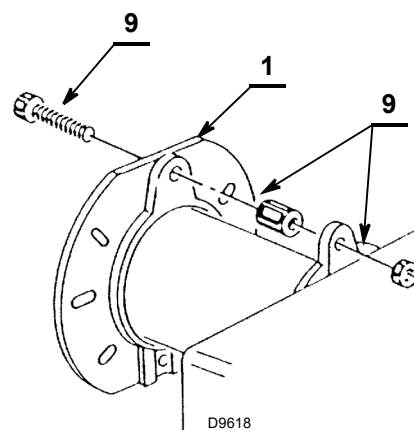

Fig. 9
- colocar en la brida 1) el tornillo y las dos tuercas 9)(Fig. 9).